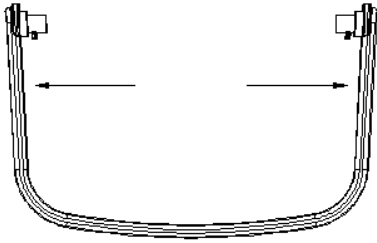

Рис.1
- 1) Возьмите руками обе стороны ручки как указано стрелками и потяните их наружу (см. Рис. 1).